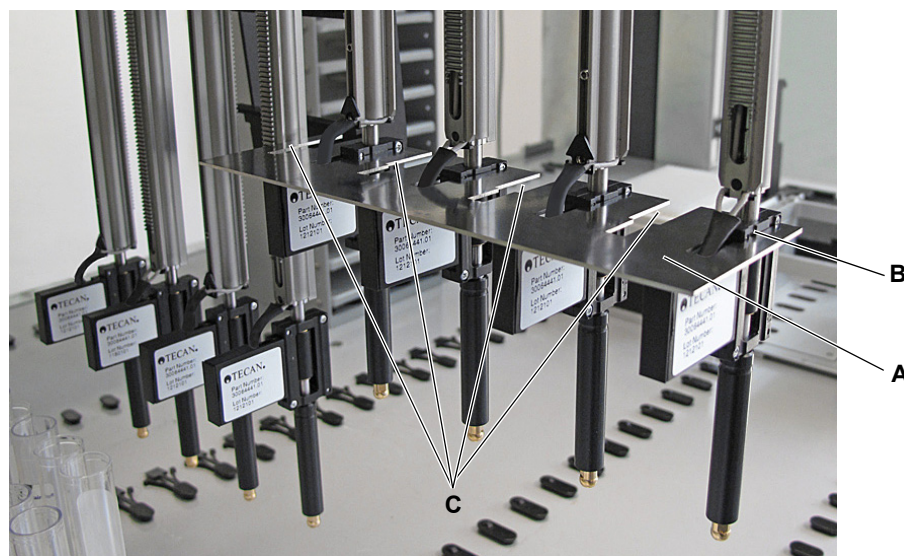
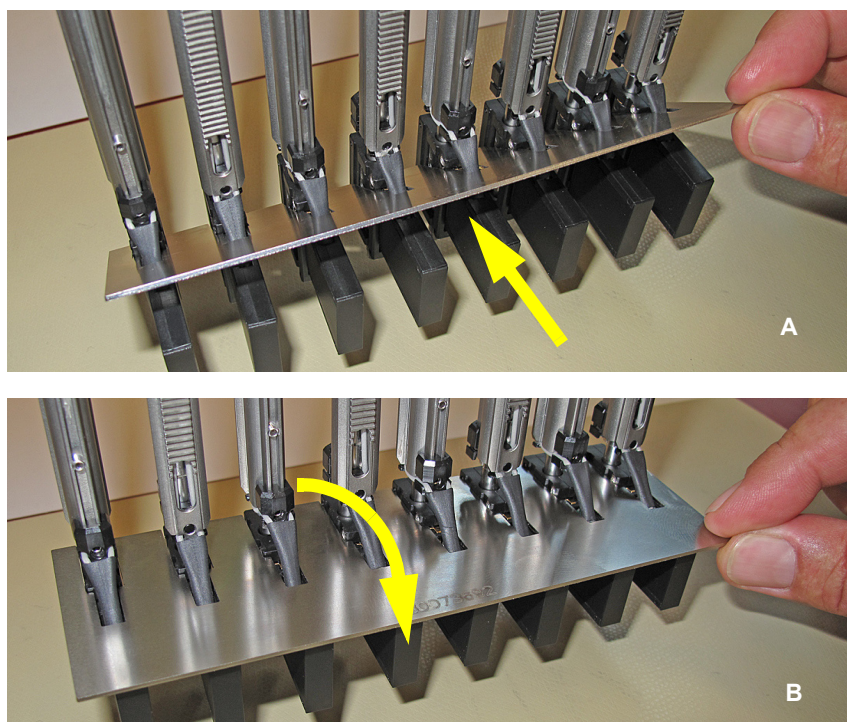

Рис. 7-9 Вставка калибровочной пластины для адаптеров наконечников пневматического манипулятора Air LiHa
Рис. 7-12 Калибровочная пластина для адаптеров наконечников пневматического манипулятора Air LiHa
- 5 Раздвиньте Z-стержни и зафиксируйте адаптеры наконечников пневматического манипулятора Air LiHa в нужном положении, вставив калибровочную пластину для адаптеров наконечников, как показано на Рис. 7-9, 7-40 (последовательность вставки на Рис. 7-12, 7-43)
- 1 Убедитесь, что калибровочная пластина вставлена для фиксации адаптера наконечника в нужном положении (см. Рис. 7-9, 7-40).
- ♦ Убедитесь, что адаптеры наконечников пневматического манипулятора Air LiHa выровнены правильно. Должна иметься возможность вставить калибровочную пластину в адаптеры наконечников пневматического манипулятора Air LiHa, как показано на Рис. 7-12, 7-43.